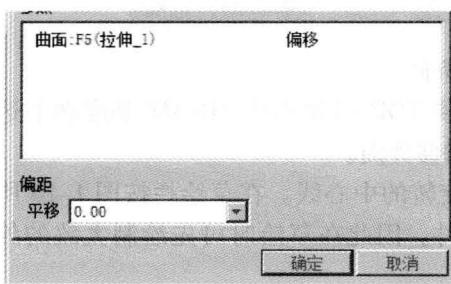

图 1-19 基准平面命令栏
1) 单击 拉伸，由于键槽是在圆周上切除材料，故基准面应重新定义。单击 基准平面工具，选取穿过轴线的平面，在系统弹出的命令框（图 1-19）里输入偏移的位移量，即可完成基准平面的绘制。